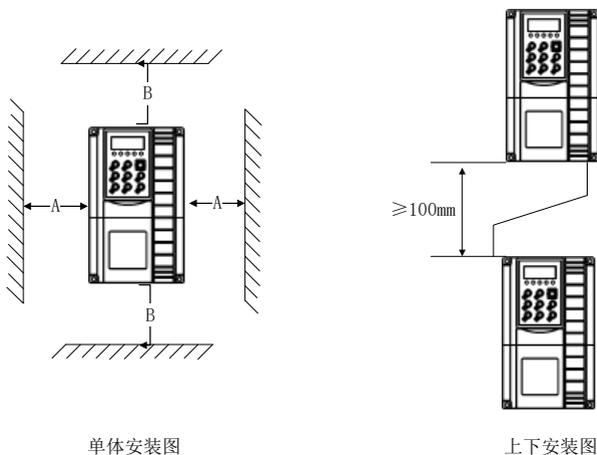

图3-1 安装示意图
- 1) 请垂直安装变频器，便于热量向上散发。但不能倒置。若柜内有较多变频器时，最好是并排安装。在需要上下安装的情况，请参考图 3-1 的示意，安装隔热导流板。
- 2) 安装空间遵照图 3-1 所示，保证变频器的散热空间。但布置时请考虑柜内其它器件的散热情况。